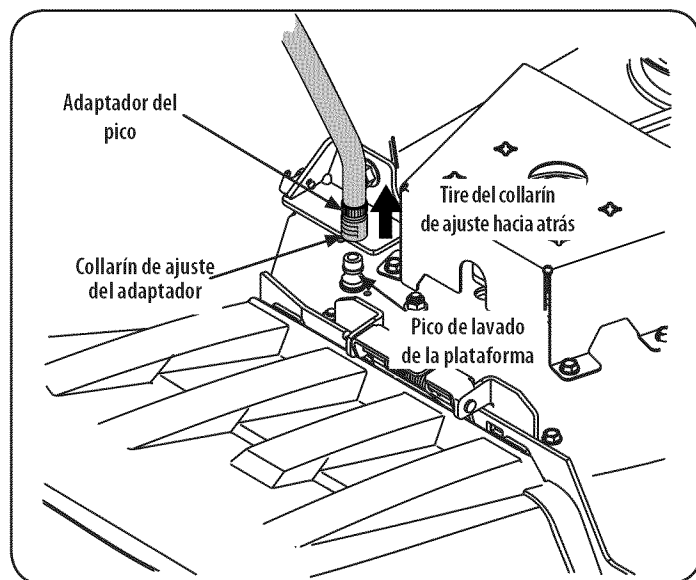

Figura 26
3. Tire hacia atrás el collarín de ajuste del adaptador del pico y empuje el adaptador hacia el pico de lavado de plataforma del extremo izquierdo de la plataforma de corte. Suelte el collarín de ajuste para trabar el adaptador en el pico. Consulte la Figura 26.